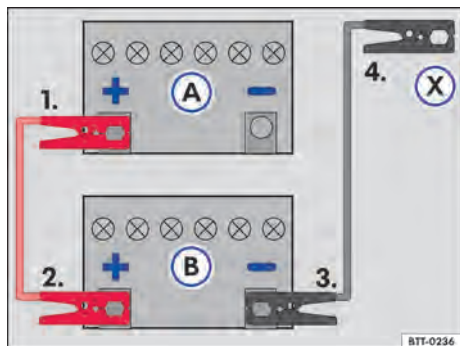

Fig. 199 Esquema para a conexão dos cabos auxiliares de partida: bateria do veículo descarregada (A) e bateria do veículo fornecedora de corrente (B).
Legenda para → Fig. 199:
Conectar o cabo auxiliar de partida somente na sequência 1 – 2 – 3 – 4 → Fig. 199.
- Conectar uma extremidade do cabo auxiliar de partida *vermelho* ao polo positivo (+) do veículo com a bateria do veículo descarregada → Fig. 199 (A) → .
- Conectar a outra extremidade do cabo auxiliar de partida *vermelho* ao polo positivo (+) do veículo fornecedor de corrente (B).
- Conectar uma extremidade do cabo auxiliar de partida *preto* ao polo negativo da bateria do veículo fornecedor de corrente (B).
- Conectar a outra extremidade do cabo auxiliar de partida *preto* (X) no veículo com a bateria descarregada no ponto de auxílio à partida (ponto de aterramento) ou em uma peça de metal maciça parafusada firmemente no bloco do motor – porém não nas proximidades da bateria (A) → .